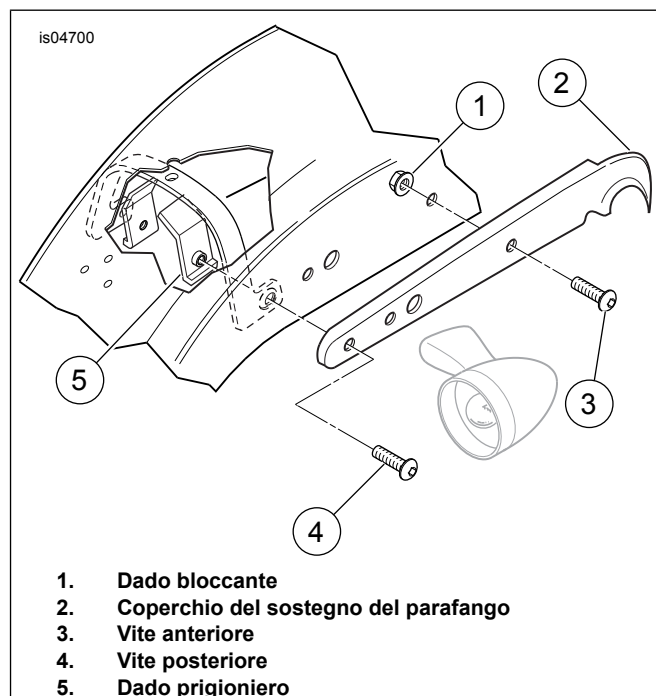

Figura 1. Sostegno del parafango posteriore (illustrata la parte destra)
4. Vedere Figura 1. Rimuovere ed eliminare la vite anteriore (3) e il dado bloccante (1) dal coperchio del sostegno del parafango posteriore (2).
5. Rimuovere ed eliminare la vite posteriore (4) e il dado prigioniero (5) dal coperchio del sostegno del parafango posteriore.